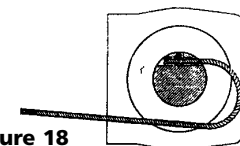

Figure 18
**Remplacez toujours le câble endommagé avec une pièce de rechange identique du fabricant d'origine** (voir la Liste de pièces de rechange). Faites passer l'extrémité de fixation du câble par le guide-câble (s'il y en a un) et attachez-la au tambour. Lorsque vous introduisez le câble dans le tambour, introduisez-le du bon côté de l'orifice fourni (Fig. 18). Serrez à fond la vis de serrage.